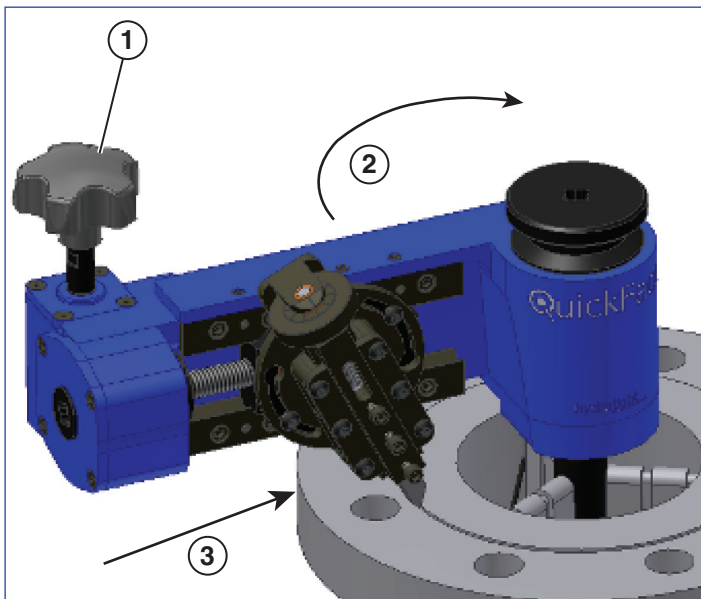

Bild 14
7. Grip matningsvredet stadigt i handflatan. Dra QuickFace med ett stadigt grepp runt arbetsstycket i riktning medsols (se bild 14). Se till att det inte finns några lösa klädesplagg eller andra hinder i skärbanan eller inom QuickFaces körningsparametrar. Om skärningen kräver mer vridmoment än vad som önskas, backar du ut verktygsskåret ur snittet med djupjusteringsvredet. OM MASKINEN INTE KAN DRAS KOMFORTABELT RUNT ARBETSSTYCKET, STOPPA DÅ ARBETET OCH JUSTERA OM SKÄRDJUPET.